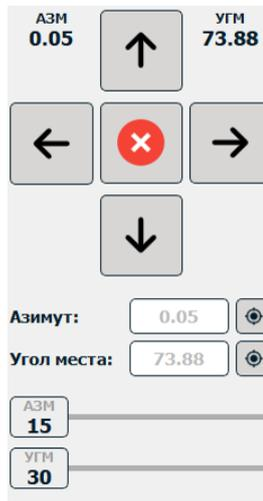

Рисунок 25 – Панель управления и контроля телеметрии
3.3.3.2.4 Панель управления и контроля телеметрии (рисунок 25)